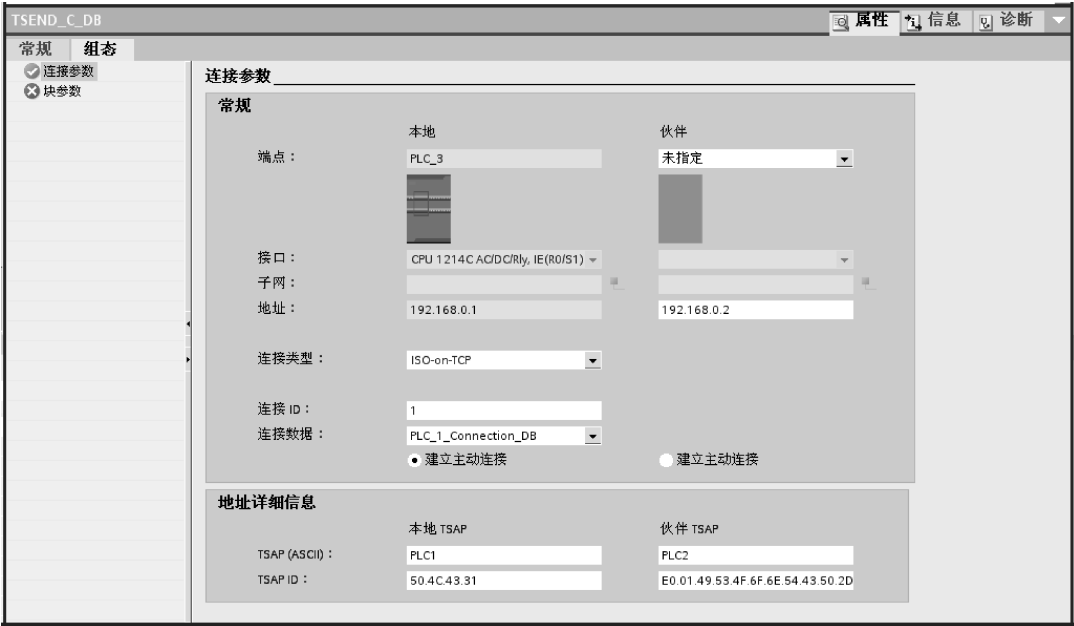
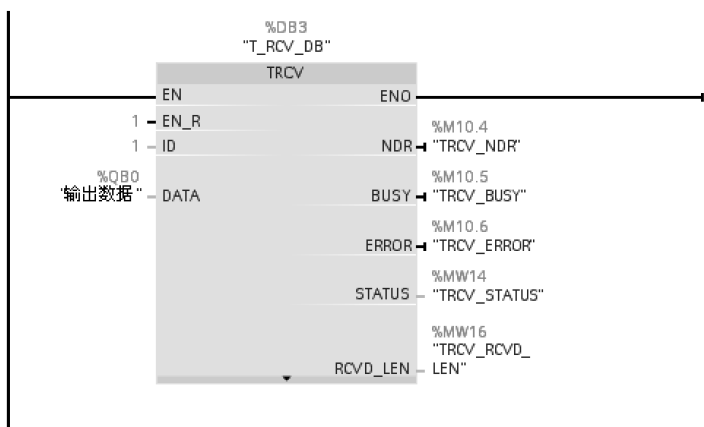

图 8-24 连接参数
图 8-25 块参数
- 3) 调用“TSEND_C”通信指令并配置连接参数和块参数。连接参数如图 8-24 所示，块参数如图 8-25 所示。图 8-24 中，选择通信伙伴为“未定义”，通信协议为“ISO-on-TCP”，选择 PLC_3 为主动连接方，要设置通信双方的 TSAP 地址。